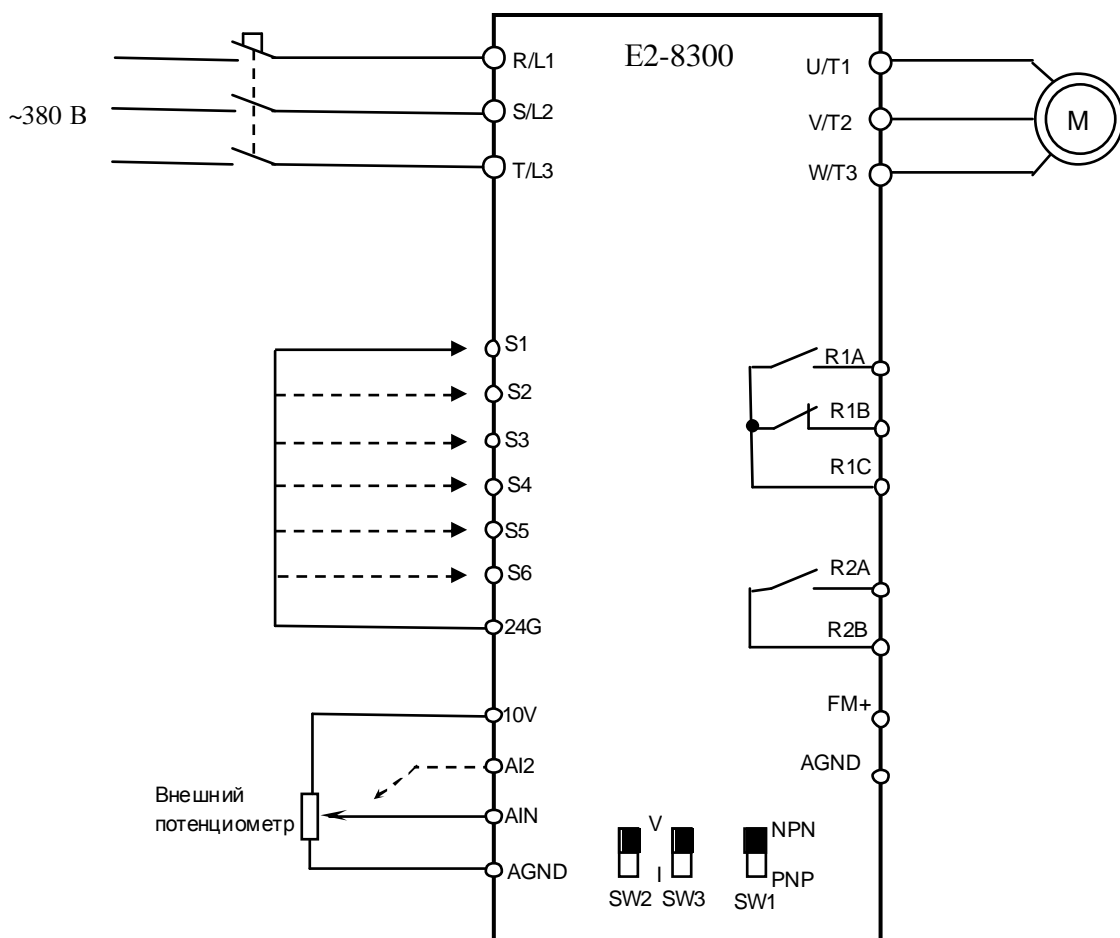

Рис. 4.17. Диагностика цепей управления E2-8300-040H, -050H v.2.9 и выше.
4.13.3.2. Подключить потенциометр к входным клеммам управления, как показано на рис. 4.17. Подключить один из концов проволочной перемычки к клемме «24G». Подключить двигатель к выходным клеммам T1, T2, T3.